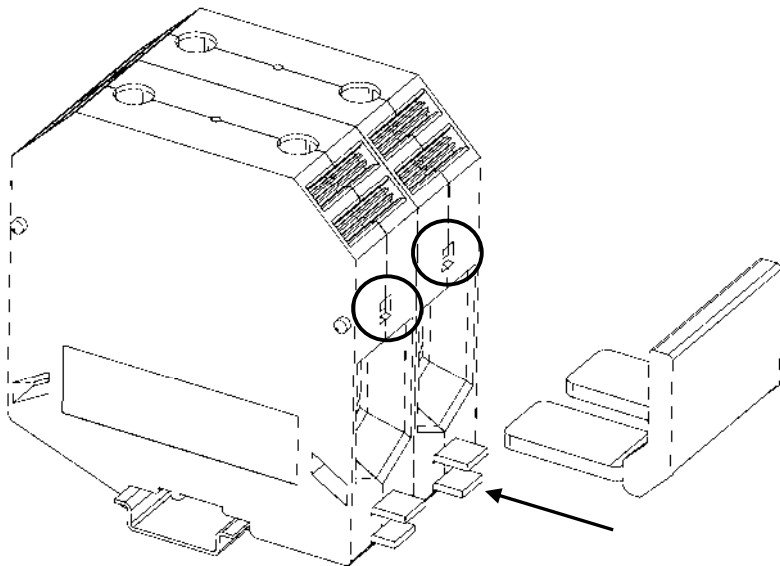
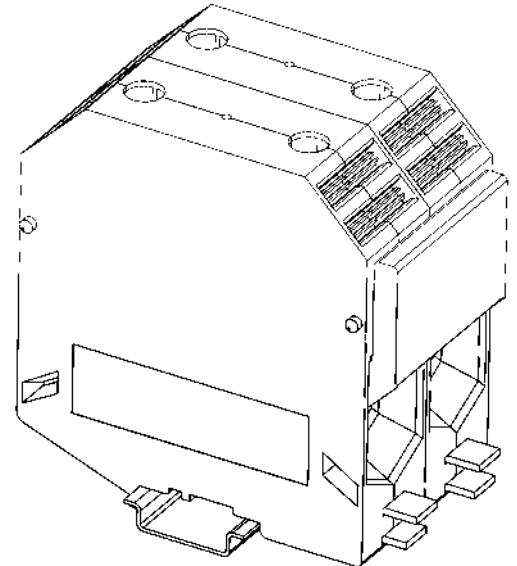

Рисунок 37 – установка перемычки в точку подключения
Рисунок 38 – установленная перемычка
- Для объединения нескольких клемм большого сечения соединительной перемычкой, вдавите её в точку подключения клеммы так, чтобы штырьки на корпусе перемычки попали в указанные отверстия (рис. 37), убедившись перед этим, что винт, фиксирующий точку подключения, не затянут (рис. 37; рис. 38). **Необходимо** использовать перемычки, которые соответствуют габаритам клеммы.